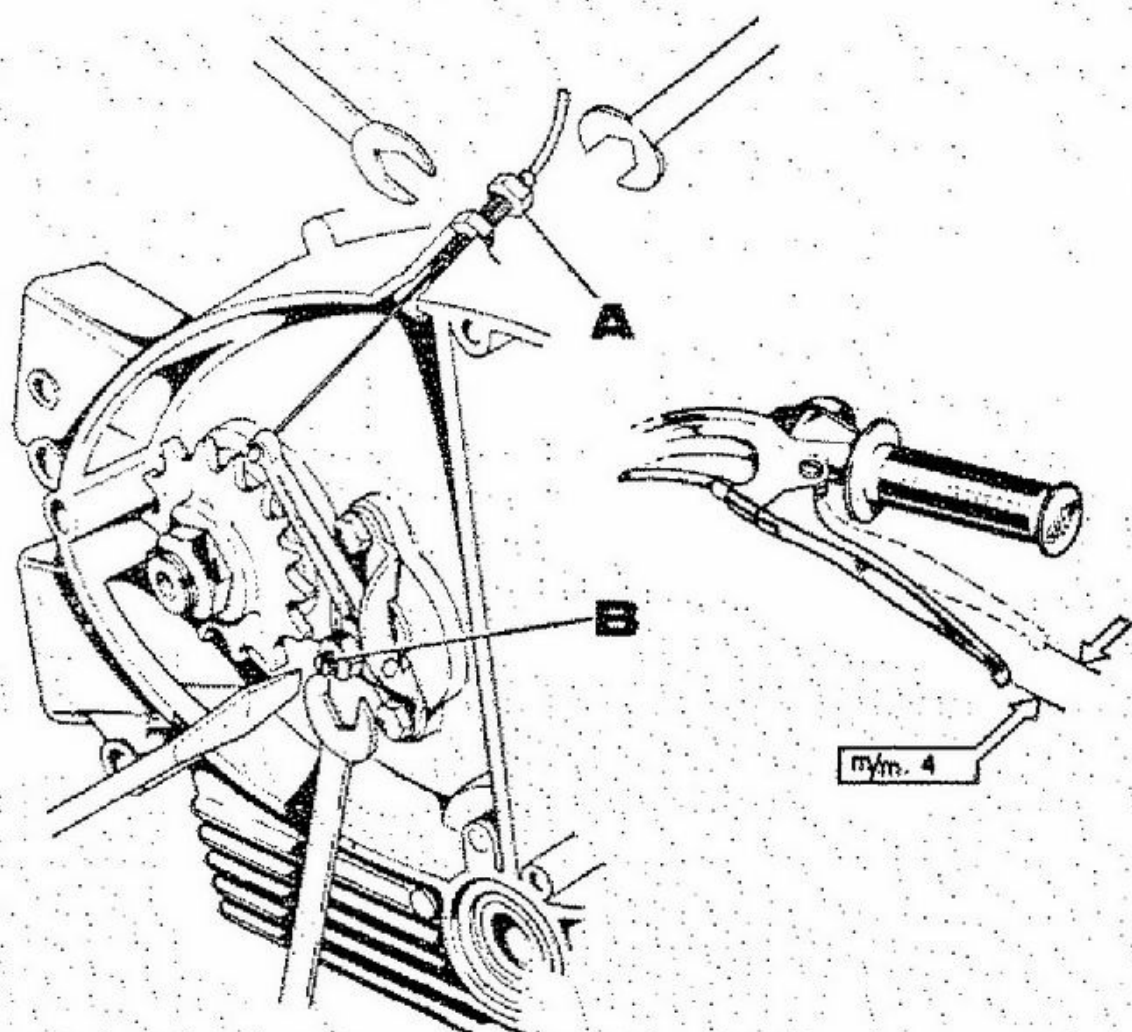

Fig. 14
4. Registrare la frizione (vedi fig. 14).